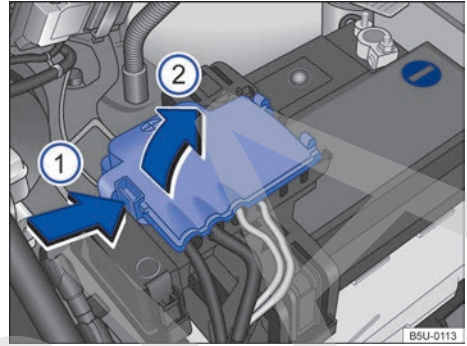

Fig. 174 Compartimento del motor: acceso al terminal positivo de la batería.
- Abrir la cobertura del polo positivo. Para abrir, presionar la traba en el sentido de la flecha → fig. 174 ①, plegar la cobertura hacia el costado en el sentido de la flecha ②.